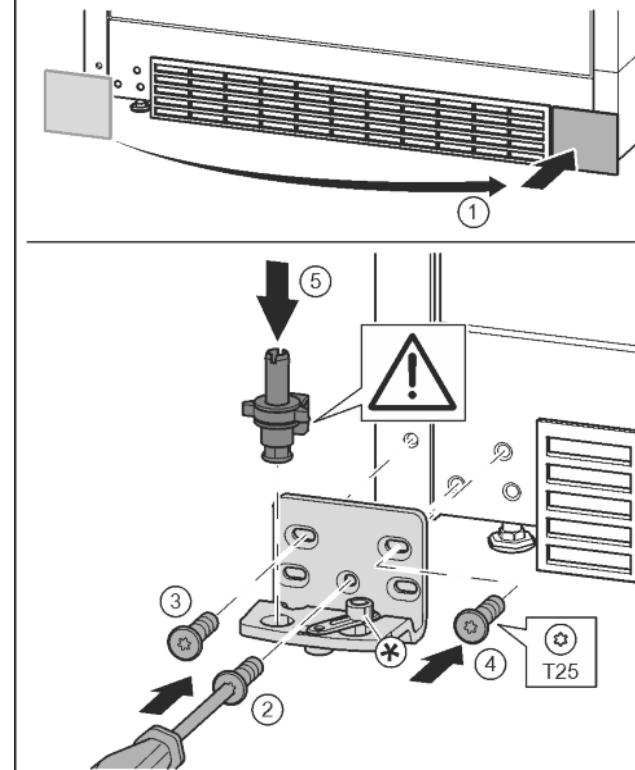

Fig. 14
- Снять крышку и поставить с другой стороны. Fig. 14 (1)
- Установить опорный кронштейн с другой стороны и прикрутить с помощью отвертки T25. Начинать с винта 2 в центре. Fig. 14 (2)
- Затянуть винты 3 и 4. Fig. 14 (3, 4)
- Снова установить опорный палец в сборе. При этом следить за тем, чтобы выступ фиксатора был направлен назад. Fig. 14 (5)